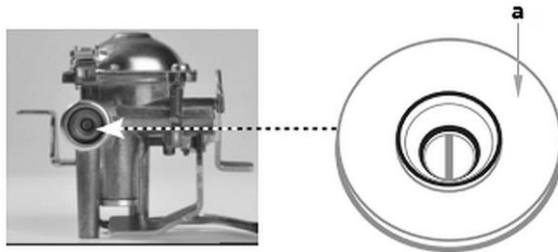

Рис. 2
- Перед приєднанням газового балона перевірити ущільнення (а, рис. 2). Переконайтеся, що він знаходиться на відповідному місці і знаходиться в хорошому стані.